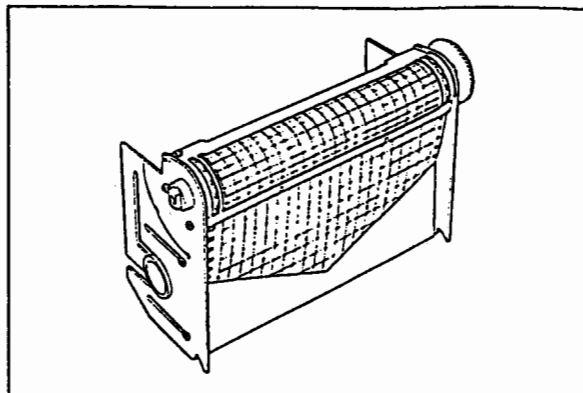
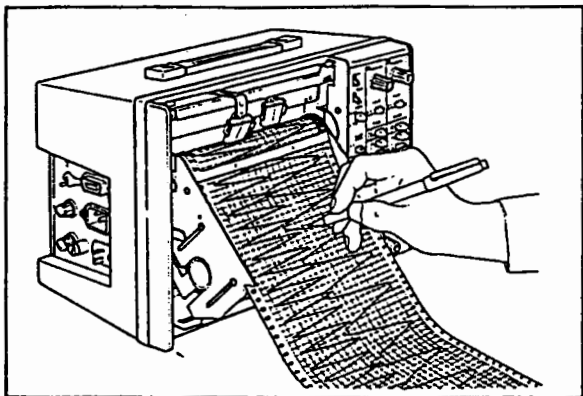

図 3.7
図 3.8
- (3) ロール記録紙のボール紙の円い芯を図 3.7 のように入れます。この場合記録紙の丸い穴が右側になるようにします。
- (4) 記録紙を引き出し、記録紙おさえの下をくぐらせます。左右の穴をスプロケットに合わせます。
- (5) 記録紙ストック部をレコーダ本体に取付け、もとの状態にもどします。
- (6) 右端の歯車を手で回し、紙の繰出しが正常であることを確かめます。
- (7) 図 3.8 のように記録紙ストック部を斜めに固定し